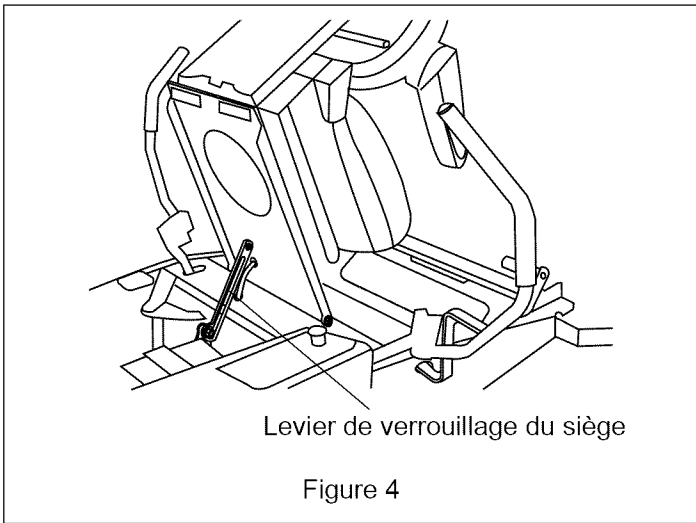

Figure 4
3. Monter le levier de verrouillage, figure 4, sur la plaque de siège avec l'axe de chape 3/8", deux rondelles plates en acier 3/8" et la clavette Rue.